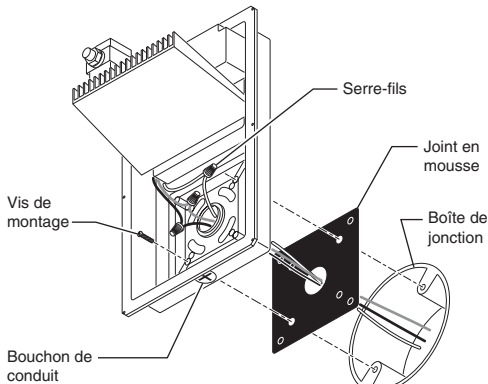

Figure 2
2. Retirez la pellicule protectrice du joint de mousse, puis appuyez-le contre l'arrière du luminaire de sorte que les rebords du joint s'alignent avec la rainure à l'arrière du luminaire (Figure 2).
3. Faites passer les fils de la maison dans le luminaire (Figure 2) :
4. Montez le luminaire (Figure 2) :
5. Branchez les fils du luminaire aux fils de la maison au moyen des connecteurs fournis (**noir avec noir, blanc avec blanc et vert avec fil de mise à la terre de la maison**). Consultez la Figure 2.